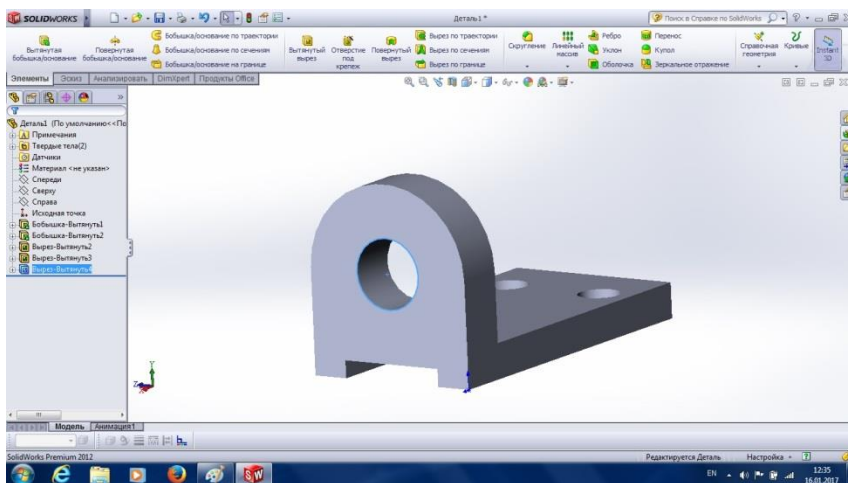

Рис. 3.18
19. Командою **Витягнутый вырез, Наскрізь** будемо модель потрібного отвору у вертикальному елементі (рис 3.17). Натиснувши команду **Ок**, отримаємо готову, на цьому етапі, модель деталі (рис. 3.18).